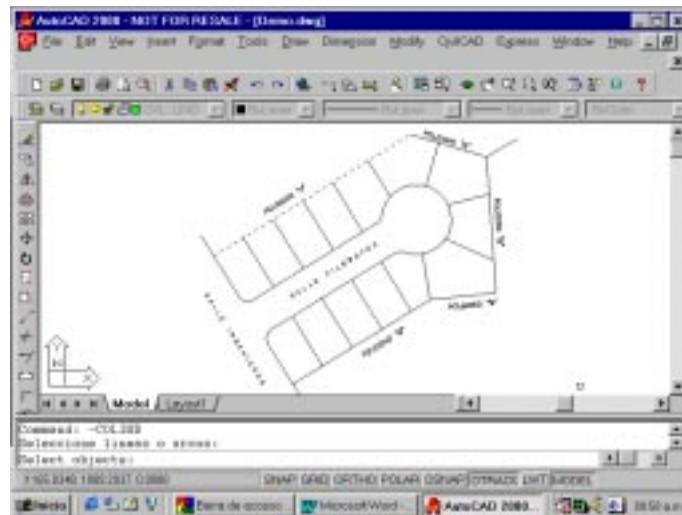

Fig. 10: Introducción de nombres en colindancias
2. Escoja “Indicar colindancia” del menú. Indique el nombre correspondiente por cada lado del polígono. Puede seleccionar varias líneas y arcos a la vez. (fig. 10)